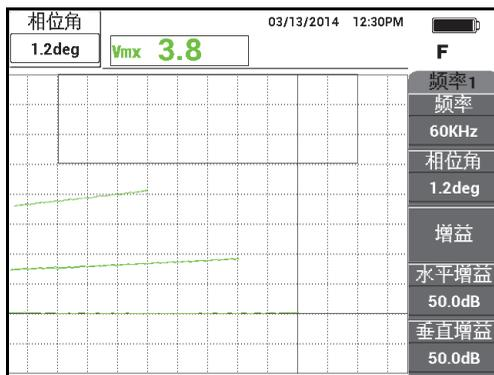

图 5-81 将最下面的信号调节为水平状态
9. 按相位角键 (◁⊙), 然后调节最下面的信号 (45% 电导率), 使其处于水平状态 (参见第 173 页的图 5-81)。